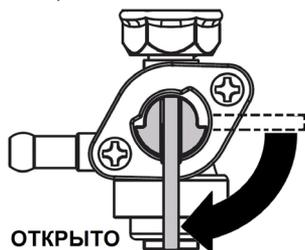

Рис. 12 Рычаг топливного крана
- Откройте топливный кран переводом рычага в вертикальное положение (Рис. 12).